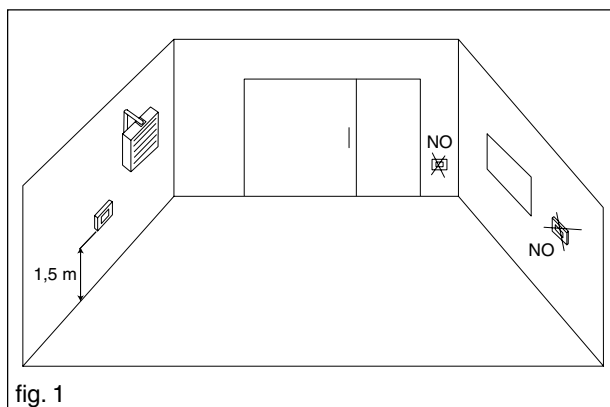

fig. 1
- Deve essere installata su una parete, possibilmente non perimetrale, che non sia attraversata da tubazioni calde o fredde (fig. 1)
- Deve essere fissata a circa 1,5 m da terra (fig. 1)
- Non deve essere installata in prossimità di porte, portoni o finestre, apparecchi generanti calore o più in generale da situazioni che possono generare perturbazioni alle temperature rilevate (fig. 1).